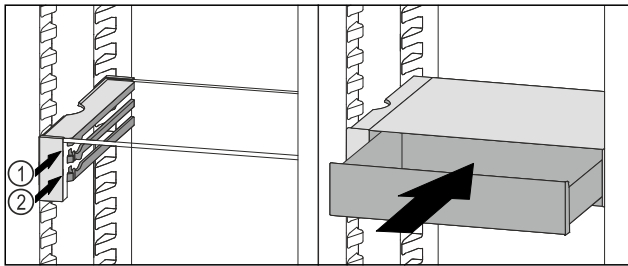

Fig. 207
- VarioSafe-Schubfach hinter den Stoppern auf gewünschter Rippe Fig. 207 (1) oder Fig. 207 (2) aufsetzen.